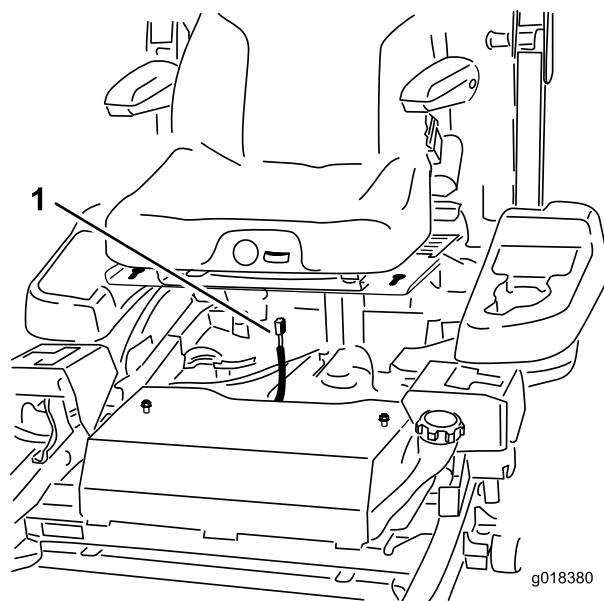

Figure 64
9. Débranchez le connecteur du faisceau du commutateur de siège situé sous le siège (Figure 64).